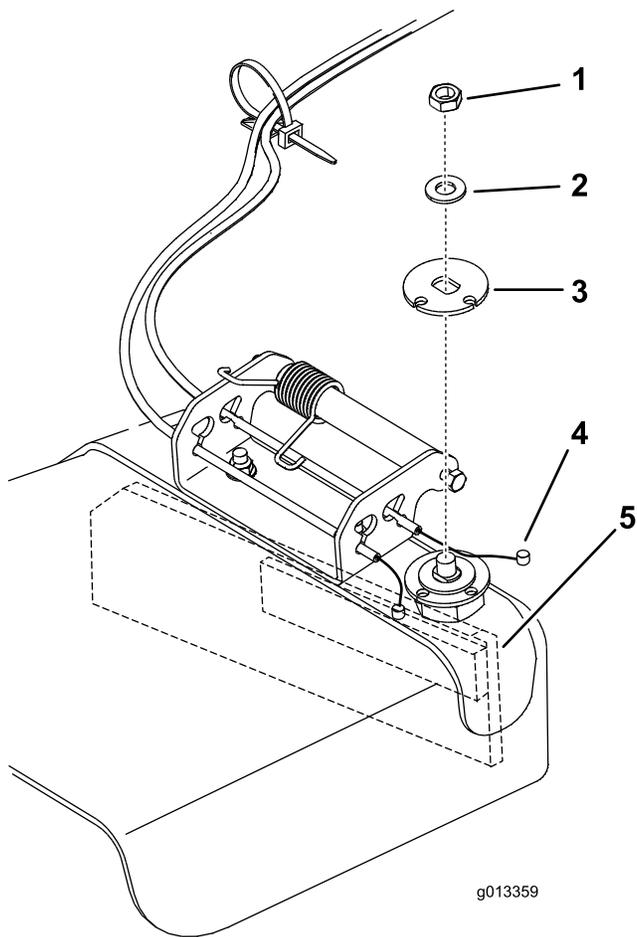

Figure 12
11. Tout en maintenant le volet, retirez l'écrou de blocage et mettez-le au rebut (Figure 12).